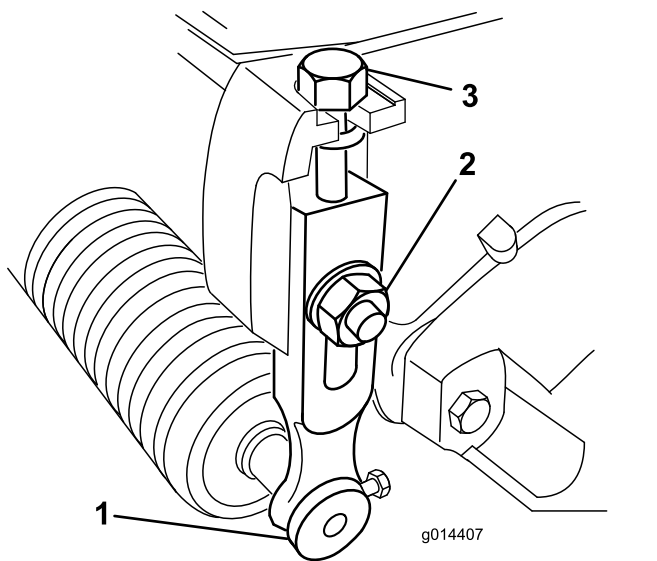

図 9
1. 刈り高アームをカuttingユニットのサイドプレートに固定しているロックナットをゆるめる 図 9。